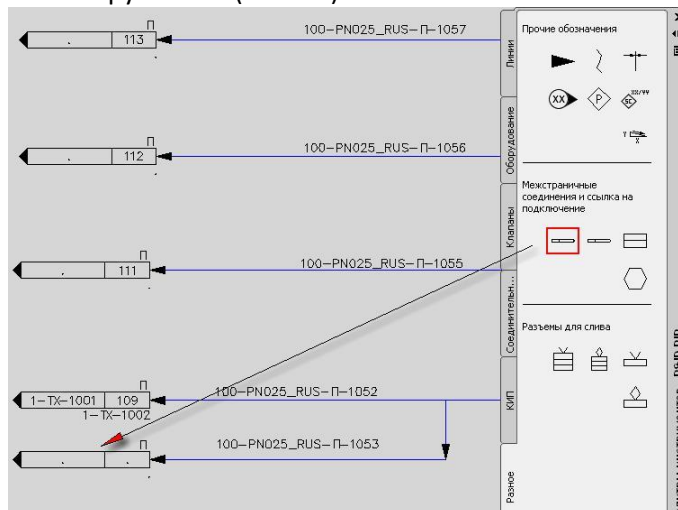

Рис. 24
- Добавьте **Межстраничное соединение** в конец линии 1053. Для этого выберите пиктограмму **Межстраничное соединение**  на вкладке **Разное** панели инструментов (Рис. 24).